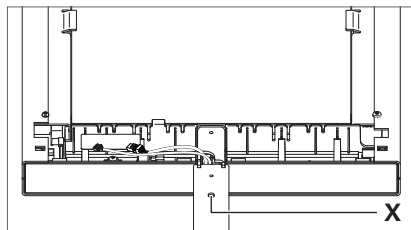

Fig. 11: Neigung einstellen.
- Heben Sie den Leuchtenkopf an bis er waagrecht ausgerichtet ist, und drehen Sie die Justierschraube **X** gegen den Uhrzeigersinn handfest gegen das Tragrohr, siehe Fig. 11.